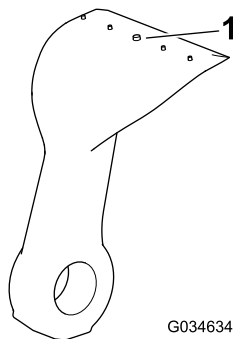

Bild 79
5. Prüfen Sie jedes Messer mit der Verschleißlinie auf zu starke Abnutzung (Bild 79). Wenn ein Messer bis auf die Verschleißlinie abgenutzt ist, tauschen Sie das Messer aus.